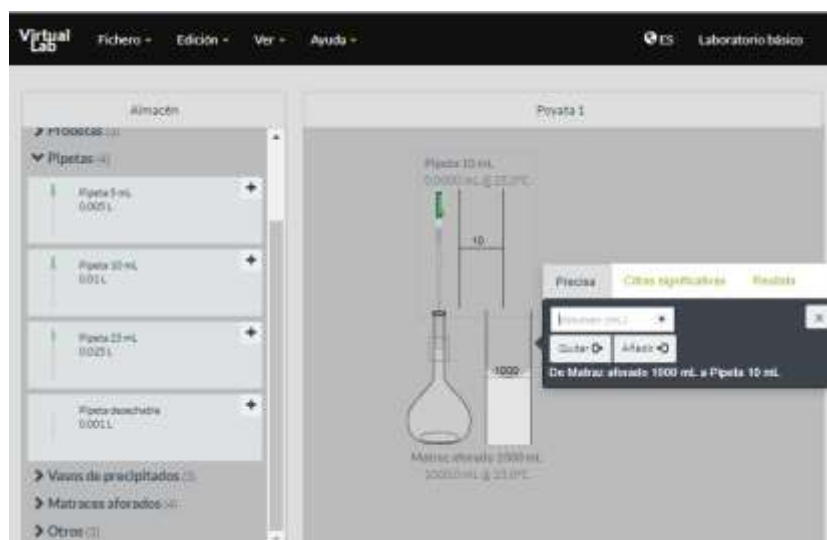

Figura 7. Simulador *Making stock solutions from solids*.
8. Tome una pipeta volumétrica de 10 [ml] del **Almacén**, colóquela sobre el matraz volumétrico que contiene la disolución madre y tome 10 [ml]. Para ello, indique la cantidad que tomará y presione el botón **Quitar** (figura 7).